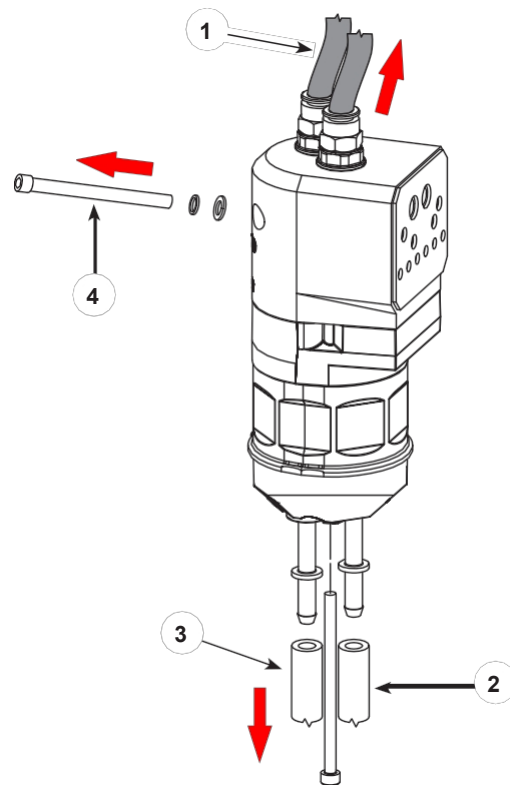

Figura 19 Pompa Retrofit Pregătire pentru dezasamblare
1. A se vedea figura 19. Deconectați conductele de aer de purjare de la partea superioară a pompei de modernizare (1), după caz.